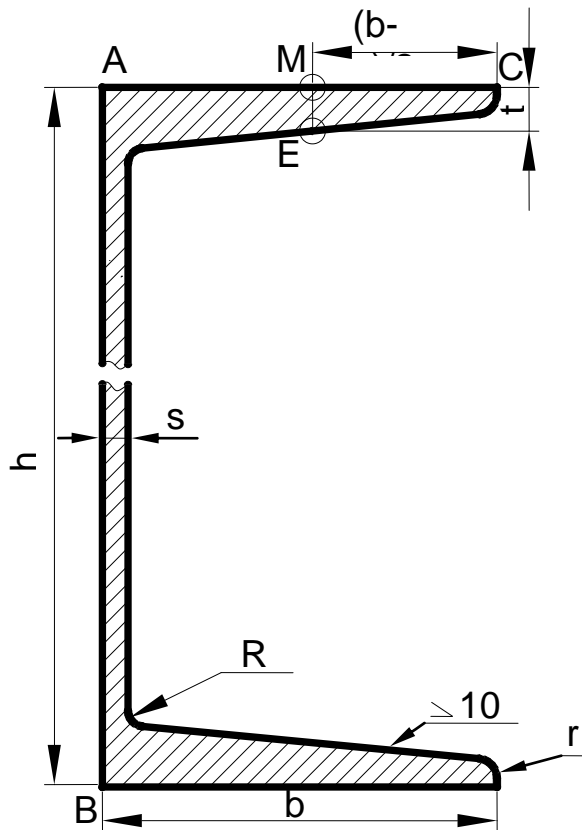

Рис. 2.33
Розглянемо побудову профілю швелера (рис. 2.33).
6. Побудований обрис профілю округлити радіусами R і r за допомогою команди **Сопряжение** (FILLET). Потім нанести штриховку в перерізі командою **Штриховка** (HATCH) та проставити розміри відповідно до ГОСТ 2.307–68 (рис. 2.33).